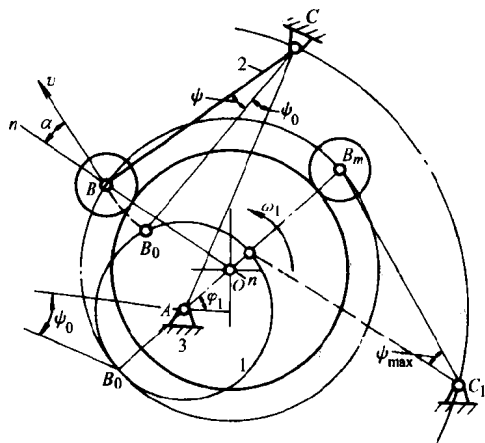

图 9
8. 解 (1) 图示位置压力角 α 及摆角 ψ 如图 9 所示。
(2) $\psi_{\max}$ 如图 9 所示。
(3) 当 $\alpha > [\alpha]$ 时, 推动摆杆运动的有效分力下降, 机械效率降低, 甚至发生自锁。可通过增大基圆半径的方法减小压力角。